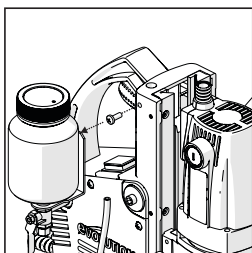

Fig. 3
- Atașați flaconul de lichid de răcire/lubrifiere în poziția de funcționare. Utilizați orificiul filetat situat în stânga sus a carcasei uneltei și șurubul Ø6 (furnizat). **(Fig. 3)**